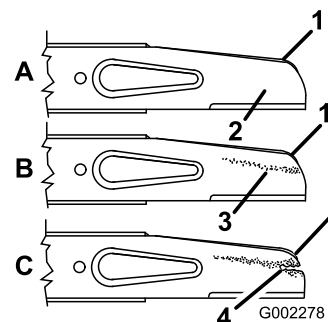

Figura 24
2. Îndepărtați urubul lamei, piulița de blocare, acceleratorul și lama (Figura 24).